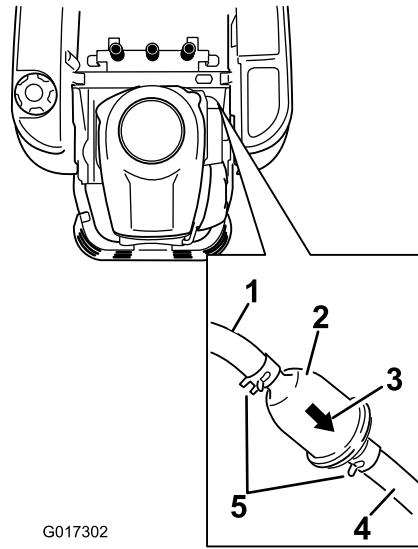

Figure 38
3. Trouvez le filtre à carburant sur le côté du moteur, comme illustré à la Figure 38.
4. Pincez les extrémités des colliers et faites-les glisser pour les éloigner du filtre (Figure 38).
6. Posez un filtre neuf en veillant à orienter la flèche indiquant le sens d'écoulement vers le moteur. Rapprochez les colliers de flexibles du filtre (Figure 38) pour le fixer en place.